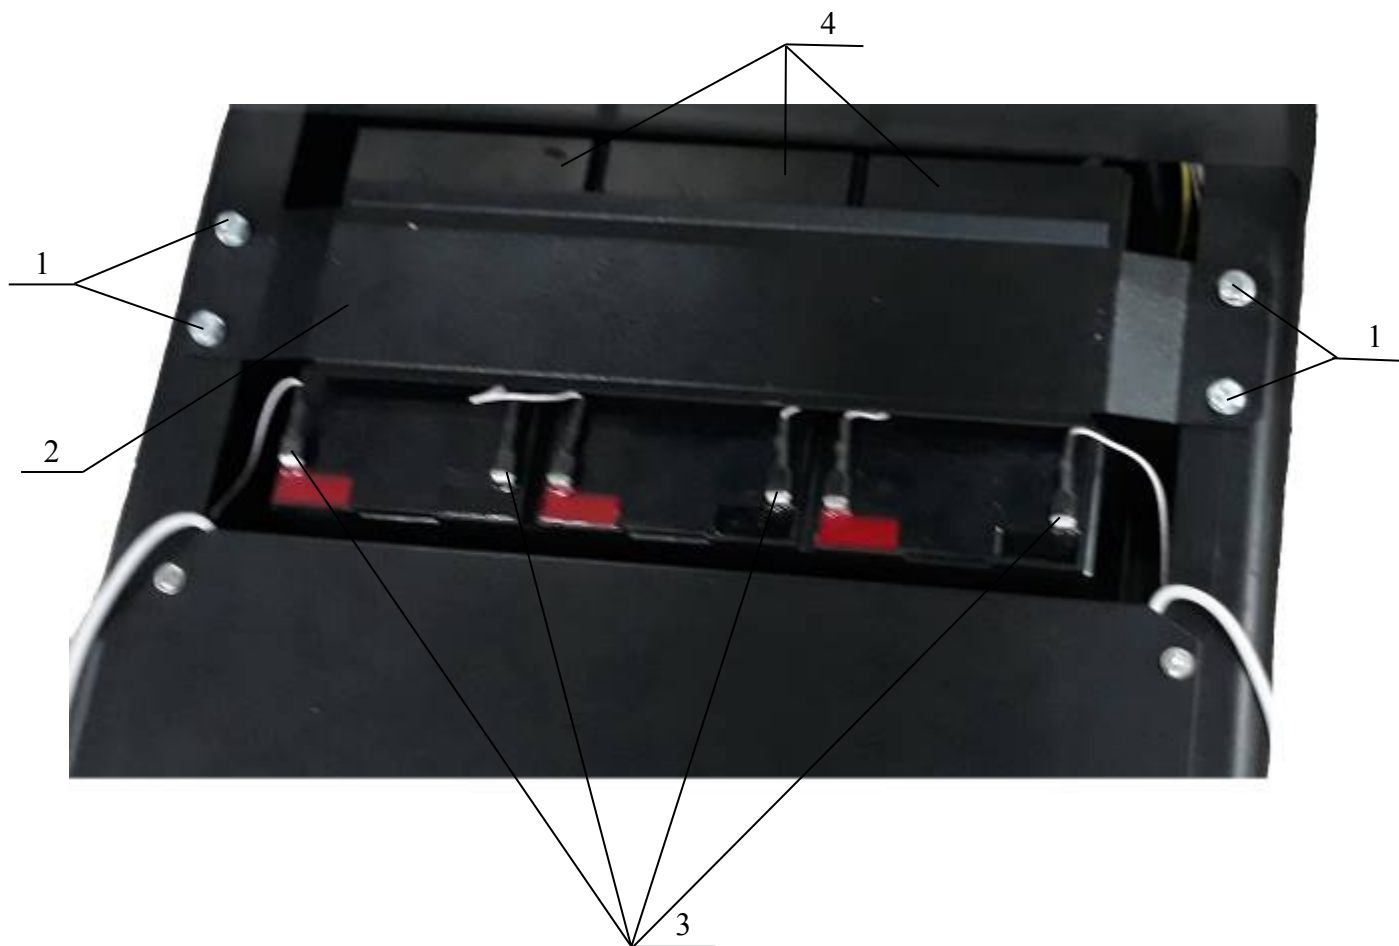

Рисунок 20. Замена аккумуляторных батарей.
- снимите клеммы 3 (Рисунок 20) с батареей 4;
- открутите болты 1 (Рисунок 20). Снимите прижимную планку 2 и полиуретановую прокладку;